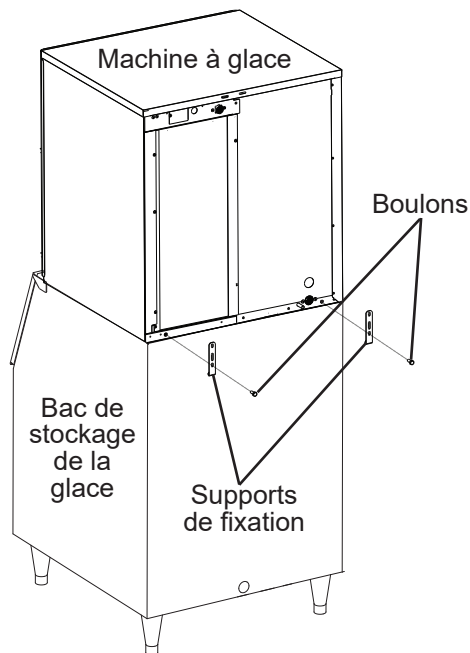

Fig. 2
- 4) Fixez la machine à glace sur le bac de stockage au moyen des deux supports de fixation et des boulons fournis. Voir fig. 2.
- 6) Machine à glace : Remettez les panneaux dans leurs positions initiales. Voir fig. 2.